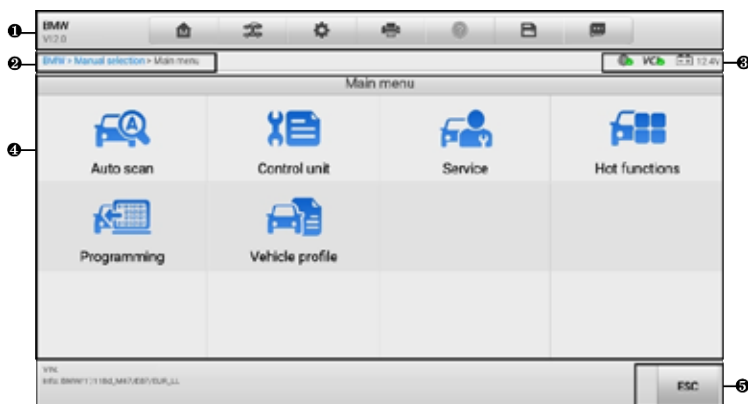

Figure 4-5 Écran du menu principal
L'écran du menu principal (voir Figure 4-5 Écran du menu principal) permet à l'utilisateur de naviguer vers la lecture de codes, l'effacement de codes ou l'exécution de fonctions complètes de diagnostic du véhicule, et ainsi de suite. Une fois la fonction sélectionnée, la tablette établit une communication avec le véhicule via l'appareil VCI et appelle le menu de fonction ou de sélection correspondant en fonction de votre sélection.
1. Tapez sur le bouton de l'application de diagnostic dans le menu de commande MaxiSys. Sélectionner les informations appropriées sur le véhicule et afficher l'écran du menu principal. (Voir Figure 4-5 Écran du menu principal).